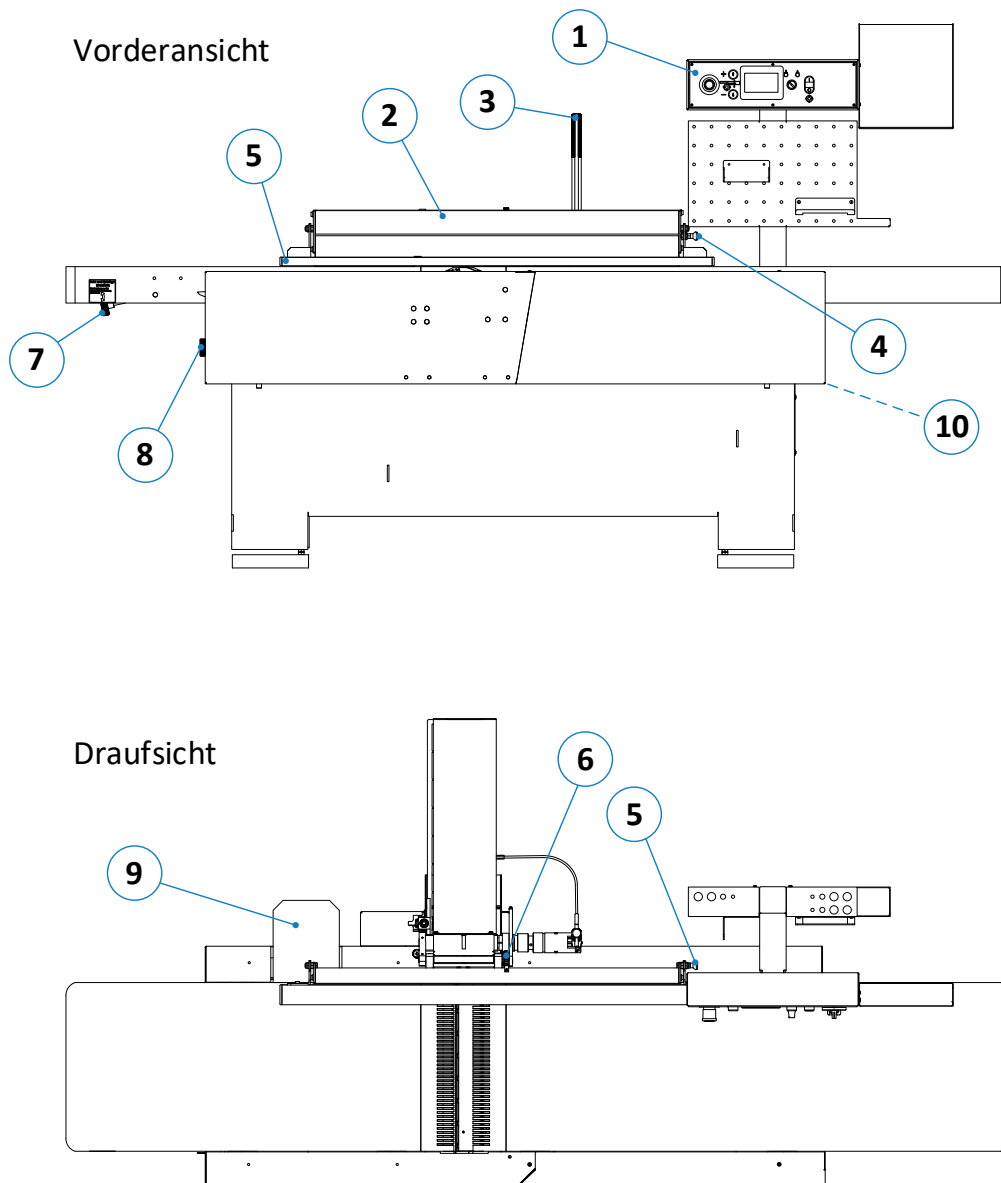

Abbildung 13: Komponenten / Bedienelemente - Maschine
Zusatzgeräte wie Winkelfügeeinrichtungen oder Vorschubapparate können auf der dafür vorgesehenen Konsole (9) angebaut werden (siehe auch ⇨ Abbildung 13 auf der nächsten Seite). Diese Anbaukonsole ist bereits standardmäßig im Lieferumfang der Maschine enthalten.
Dieser Abschnitt zeigt eine Detailansicht des in ⇒Abbildung 13 gezeigten Bedienpanels (1). In dieser Großansicht können die jeweiligen Bedienelemente besser veranschaulicht werden.